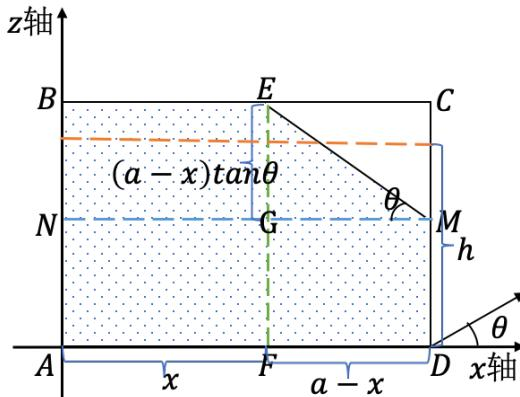

图 10: 油面形状为五边形示意图
(5) 油面呈现为“五边形”:  $h_k(t) \leq \frac{c_k}{2}$  且  $\theta_3 \leq |\theta| \leq \theta_4$ , 如图 10 所示。